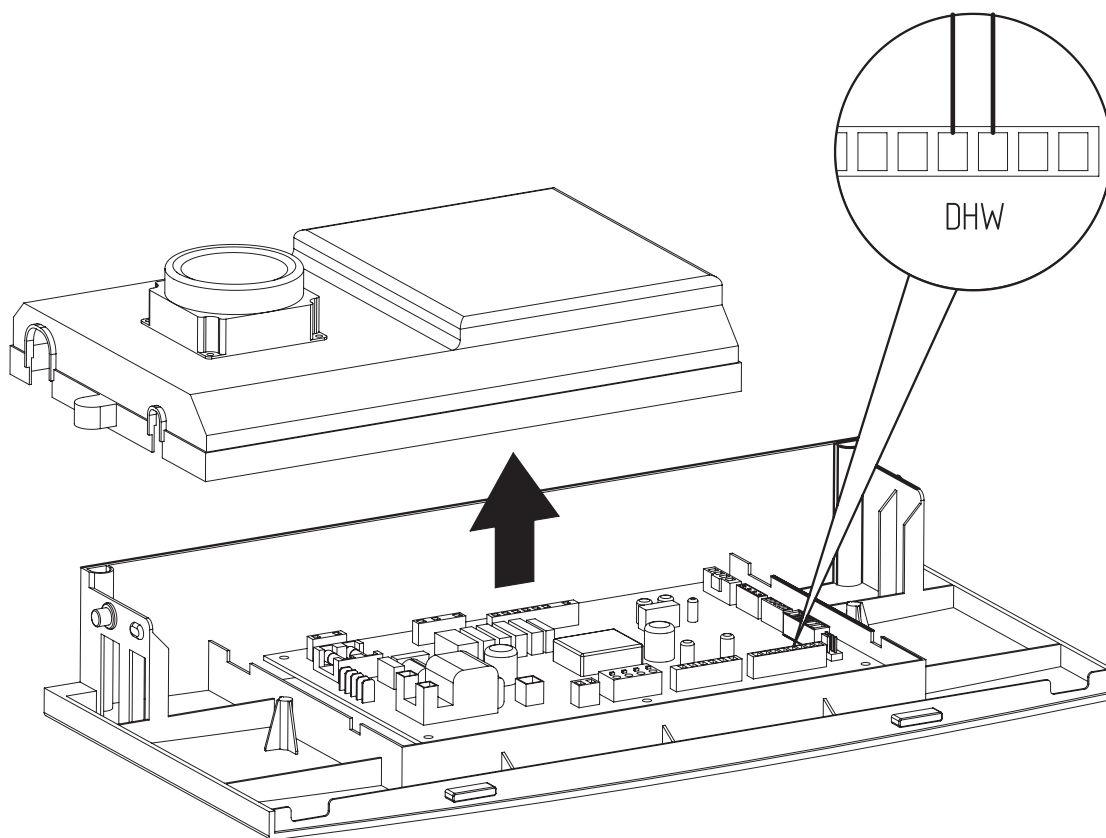

Рис. 25 Подключение датчика бойлера
- Подключите на место перемычки датчик бойлера ГВС NTC из комплекта поставки (см. **Рис. 25**).